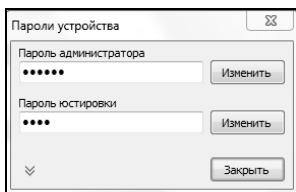

Рисунок 3
10.2 Для настройки протокола связи устройства нажать кнопку "Сервис"—>"Изменить протокол устройства". После попытки применить какие-либо изменения программа предложит ввести пароль администратора, нажать кнопку "Да". В появившемся окне ввести пароль (заводское значение – "123456") и нажать кнопку "Закреть" (рисунок 3).